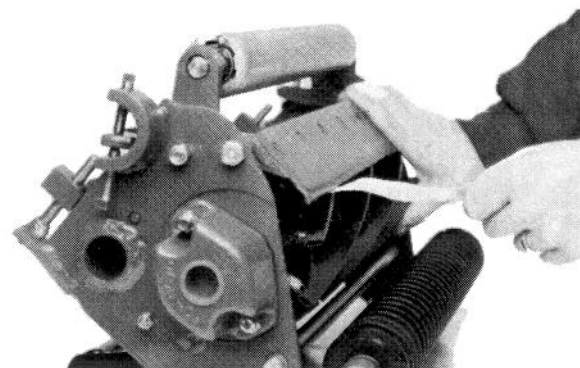

Figure 2
3. Après avoir effectué le réglage, vérifiez que le tambour peut pincer du papier présenté par l'avant et le couper lorsqu'il est présenté sous un angle droit (Fig.2). Il doit être possible de couper du papier tout en ayant un contact réduit entre le contre-couteau et les lames du tambour. Dans le cas où l'on constate un entraînement excessif par le tambour, il est nécessaire soit de rétro-roder, soit d'affûter le module de coupe pour obtenir les tranchants acérés nécessaires à une tonte précise (voir le manuel d'affûtage du tambour Toro).